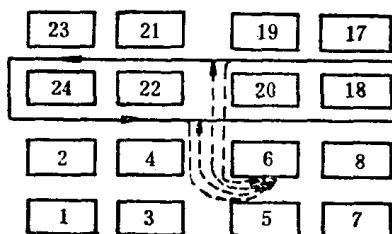

图 8
**说明** 如图 8 所示，检查完 19、20 号车布面以后，发现 6 号车停台，应看往哪面巡回经纱而确定是否过去处理。如检查完布面出车弄是往左转，应在检查完 4 号车经纱再处理（如图中点线所示）。